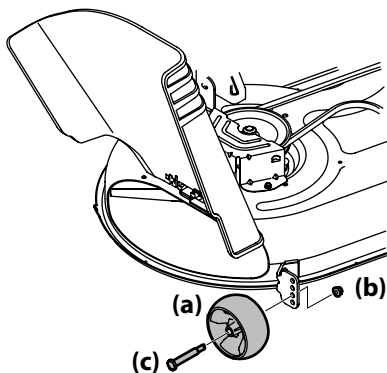

Figura 2-29
- b. Remova as rodas dianteira e traseira (a) de gabarito do deck de corte removendo as porcas de trava e os parafusos (c) que as prendem ao deck. Veja Figura 2-29.